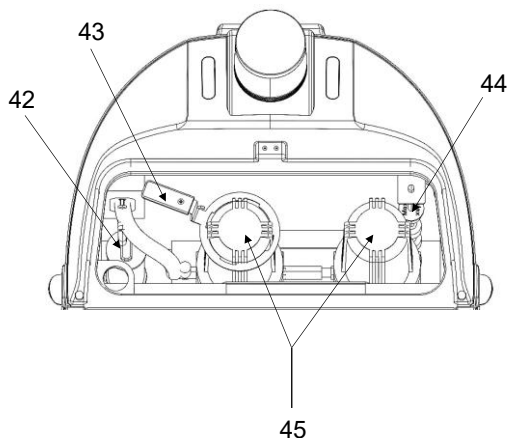

РИС.26
1. Слейте воду из бака чистой воды с помощью сливного шланга (15).
2. Снимите фильтры с помощью инструмента (43), расположенного над фильтрующей системой, как показано на рис. 26.
3. Замените фильтрующие элементы (45).
4. Установите фильтр (45) на место.